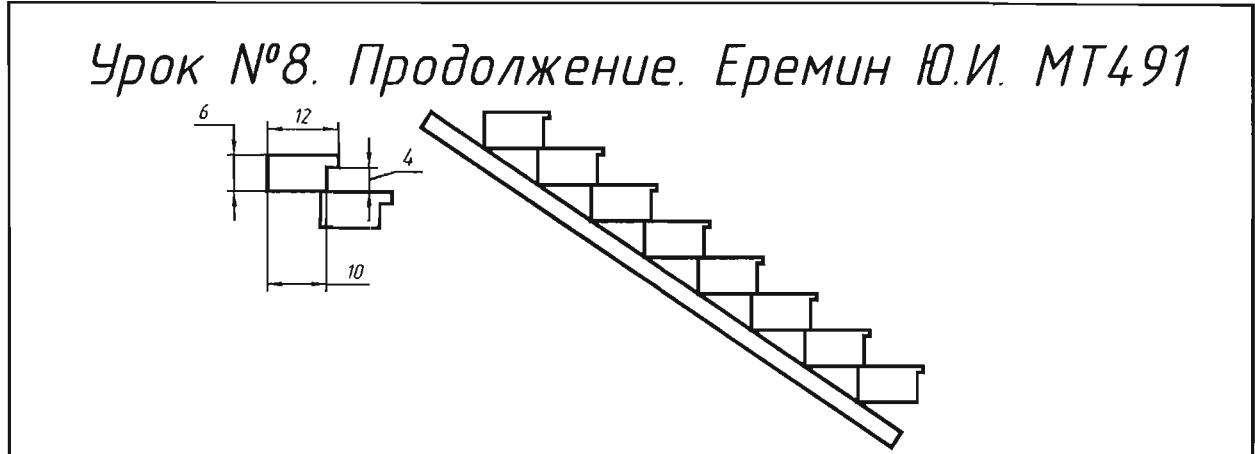

Рис. 9.4. Фрагмент лестницы
9.2.4. Начертить фрагмент лестницы. В построениях использовать разметку блоком (рис. 9.4).